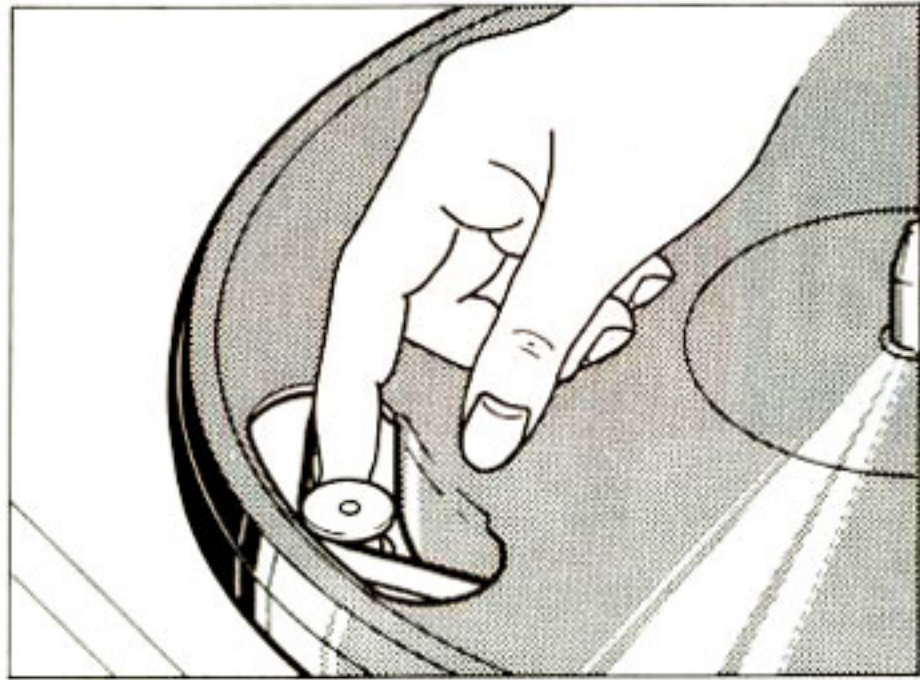

Fig. 1
- Legen Sie den Antriebsriemen über die Motorantriebsrolle (Fig. 1), und drehen Sie den Plattenteller einige Umdrehungen. Achten Sie darauf, daß der Riemen richtig über der Antriebsrolle liegt.